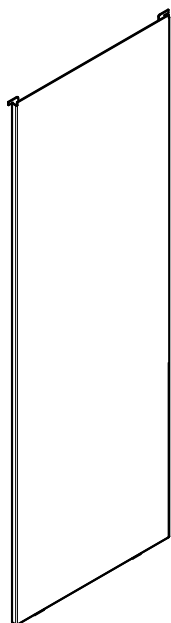
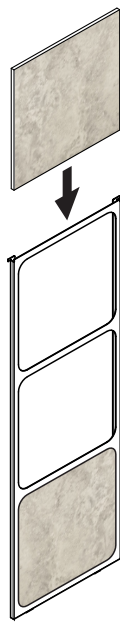

Figure 17.1
Figure 17.2
Votre appareil est expédié avec deux options de côtés, l'une est un panneau latéral complet (Figure 17.1) et un panneau latéral à tuiles (Figure 17.2). Il y en a deux chacun et il n'y a aucun côté droit ou gauche, ceux-ci pouvant donc être changés à tout moment.
2. Empilez les tuiles incombustibles dans le cadre, comme il est indiqué à la figure 17.2.